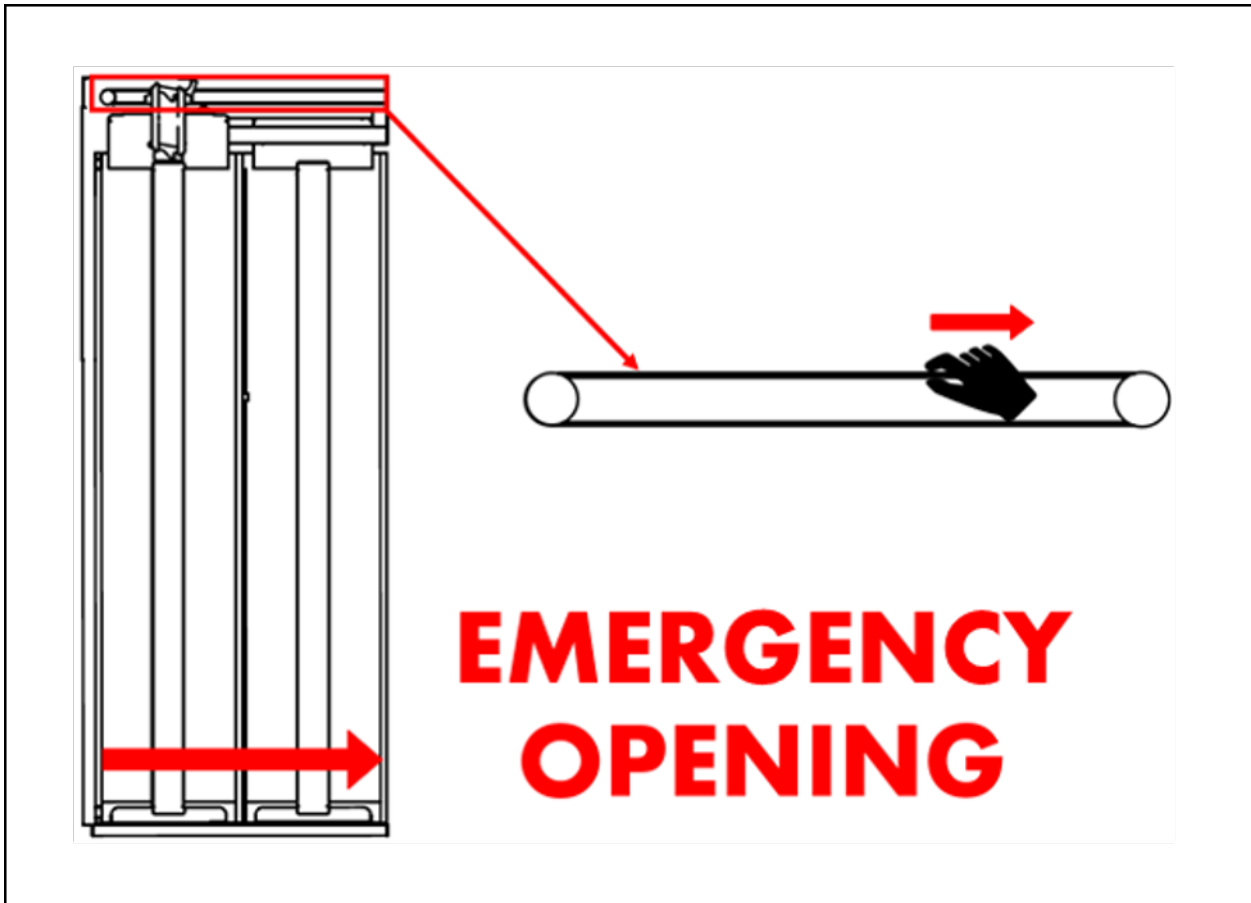

Fig. 9 Nødåbningsskilt på elevatorstolens dør
4. Træk remmen over elevatorstolens dør i åbningsretningen for at åbne elevatorstolens dør. Fig. 9 viser et skilt placeret på elevatorstolens dørboks, som beskriver proceduren for åbning af elevatorstolens dør ved at trække i remmen.